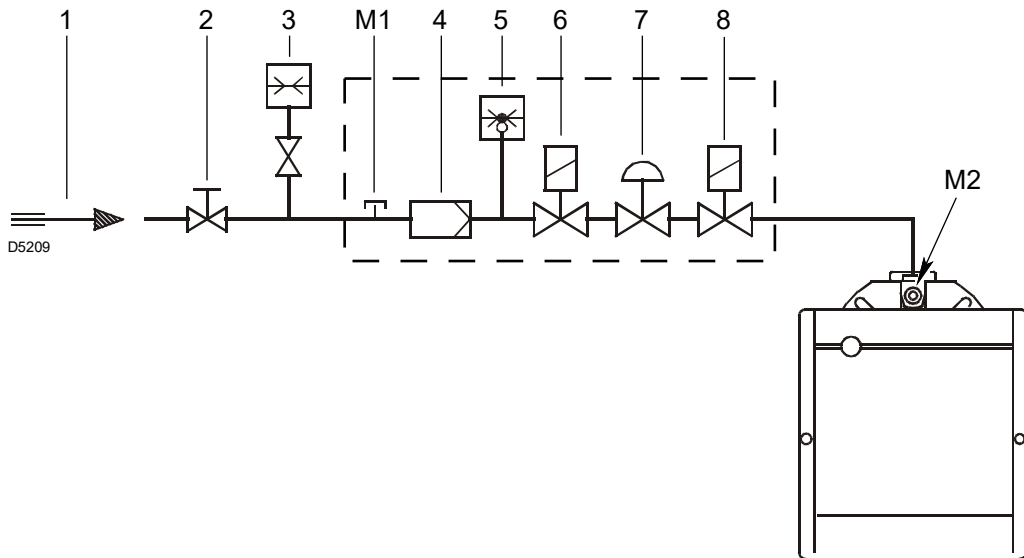

Fig. 14
Leyenda (Fig. 14)
Presión del gas medida en la toma M2)(Fig. 14), con:
- restar de la presión del gas en la toma M2)(Fig. 14) la presión en la cámara de combustión.
Presión del gas en la toma M2)(Fig. 14) = 12,2 mbar
Para conocer la presión del gas necesario en la toma M2)(Fig. 14), fijada la potencia máxima de modulación a la cual se desea que funcione el quemador:
- Leer a la derecha, columna 1, la presión en la toma M2)(Fig. 14).
presión necesaria en la toma M2)(Fig. 14).